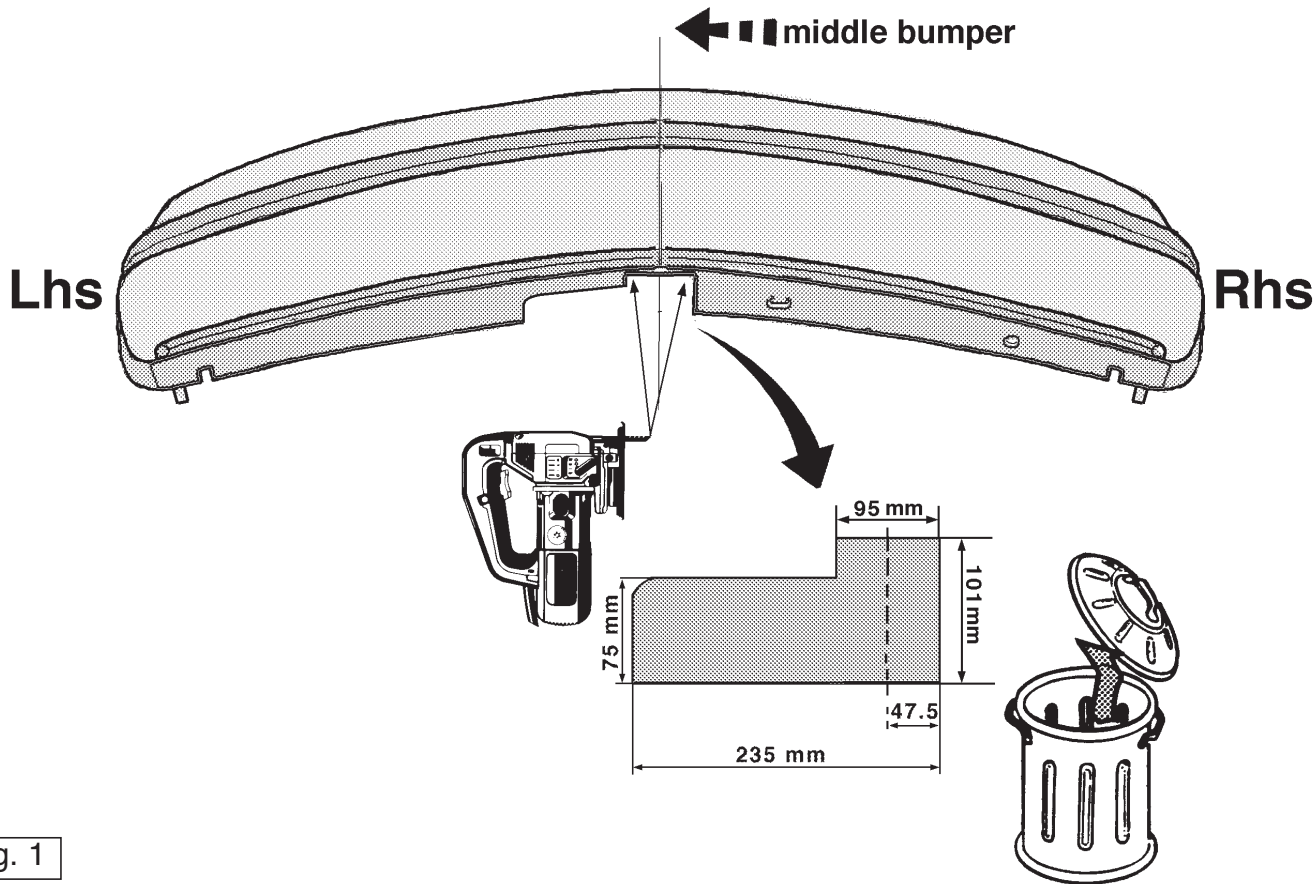

Fig. 1
1. Démontez les feux arrière. Démontez le pare-chocs. Oter les bandes adhésives à l'emplacement des points A du châssis. Oter la traverse du véhicule. Celle-ci n'est pas remontée. Découper à la scie une pièce correspondant à la fig.1 dans le milieu de la face inférieure du pare-chocs. Scier la partie indiquée conformément à la figure 2.
1. Demontera bakljusmodulerna. Demontera kofångaren. Avlägsna klisterlapparna vid punkterna A från chassit. Avlägsna tvärbalken från fordonet, denna förfaller. Såga ut en del enligt fig. 1 ur mitten av kofångarens undersida. Såga ut de angivna delarna enligt figur 2.
1. Afmonter baglygtepanelet. Afmonter kofangeren. Fjern etiketterne på punkterne A fra chassiset. Fjern tværstangen fra køretøjet. Denne vil ikke blive sat tilbage. Sav en del i midten på undersiden ud af kofangeren, jævnfør fig. 1. Sav den markerede del ud ifølge figur 2.
1. Desmontar las unidades de las luces traseras. Desmontar el parachoques. Retirar del chasis los adhesivos a la altura de los puntos A. Retirar el travesaño del vehículo, el que no se volverá a poner. Serrar una parte del parachoques de acuerdo con la fig. 1 en el centro de su parte inferior. Corte la sección indicada según se muestra en la figura 2.
1. Smontare il blocco dei fanali posteriori. Smontare il paraurti. Staccare gli adesivi dal telaio, a livello dei punti A. Rimuovere la traversa del veicolo. Questa non dovrà essere rimontata. Segare via la parte centrale dalla base del paraurti, come indicato in fig. 1. Segare via la parte indicata in figura 2.